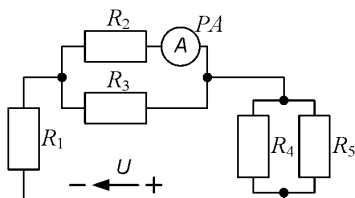

Рис. 2.28
3. В цепи (рис. 2.28) амперметр показывает ток $0,5 \text{ мА}$. Определить напряжение на выводах источника, если $R_1 = 600 \text{ Ом}$; $R_2 = 6 \text{ кОм}$; $R_3 = 2 \text{ кОм}$; $R_4 = 1 \text{ кОм}$, $R_5 = 4 \text{ кОм}$.